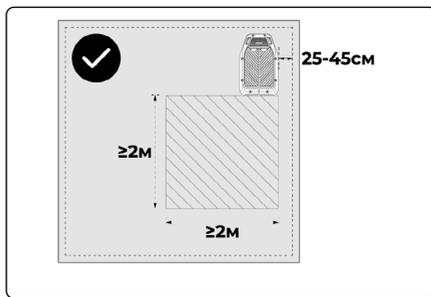

Рис. 13
- 2. Зарядную станцию можно разместить в углу газона. Зарядная станция должна находиться на расстоянии 25-45 см от границы участка. Расстояние от задней части зарядной станции до границы должно быть не менее 2 м. (Рис. 13)